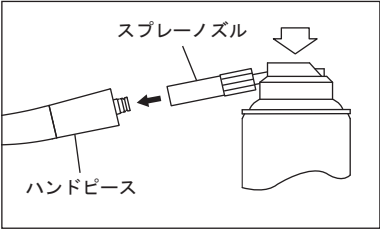

図9
- 3) スプレーノズルをハンドピース後部へ挿し込み、ハンドピースを押さえて、ハンドピース先端よりオイルが出るまで 2～3 秒スプレーします。注油は先端から異物等の汚れが出なくなるまで繰り返し行います（図9）。
- 3) 最後に、パナスプレープラス（図9）または弊社製自動注油システムによる注油を行います。